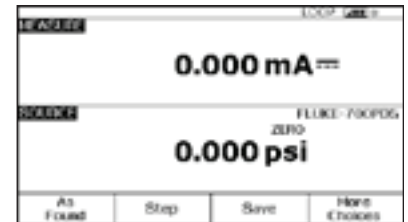

Figura 23.
7. A continuación, pulse una vez el botón "MEAS/SOURCE" (Medir/Generar) para acceder al modo de pantalla dividida (Figura 23).